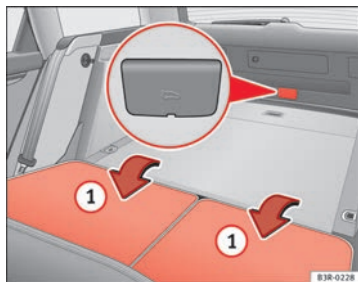

Abb. 75 Ausschnitt Fond- und Gepäckraum: Zugang zur Notentriegelung
- Klappen Sie beide Rücksitzlehnen um ① ⇒ Abb. 75.